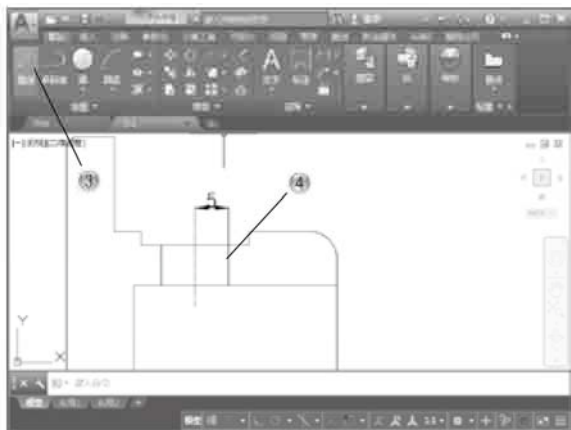

图 5-80
- ③ 单击【绘图】面板中的【直线】按钮，如图 5-80 所示。
- ④ 在绘图区绘制两条直线作为孔。